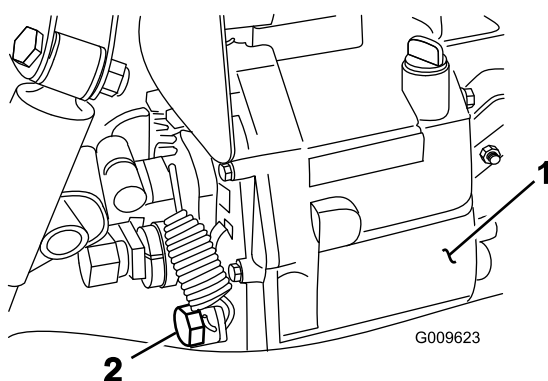

図 72
2. 油圧オイルタンクの側面にあるドレンバルブをゆるめ、流れ出すオイルを容器に受ける(図 72)。